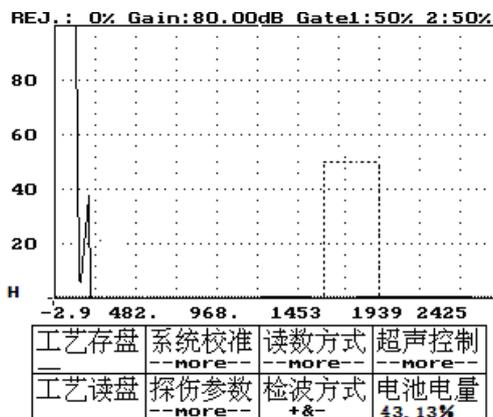

图 19-1
- 4、按进入键——进入工艺存盘功能，虚框变实框，同时在“工艺存盘”下方有“—”光标，提示用户输入所需存储的工艺文件名编号，如图 19-1 所示。